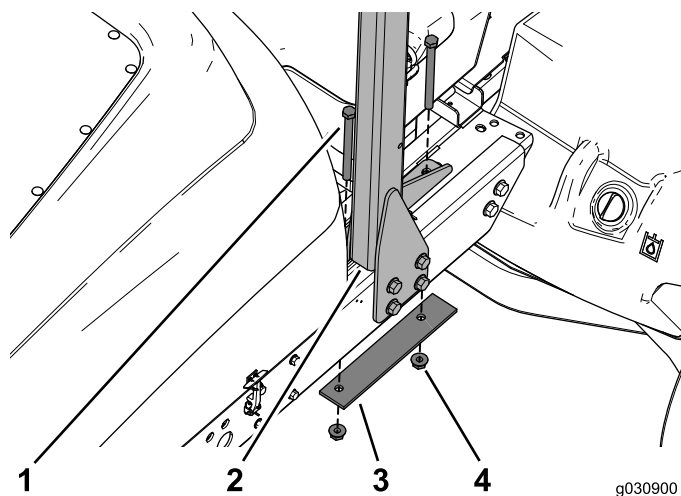

図 5
6. ワイヤハーネスとバッテリーコンパートメントの位置をずらすなどして、ROPSをフレーム上部に固定しているボルト2本、補強プレート、フランジナットを外す 図 5。